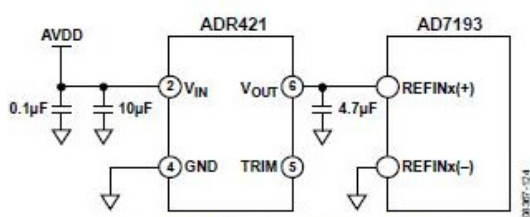

Figure 22. ADR421 to AD7193 Connections
A: 1、AD7193 需要连接外部 Reference，推荐使用 ADR 系列基准芯片，其连接方式请参考数据手册图 22。使用电源作为参考通常是不能接受的。
2、另外请参考图 22，芯片电源和 Vref 需使用去耦电容。